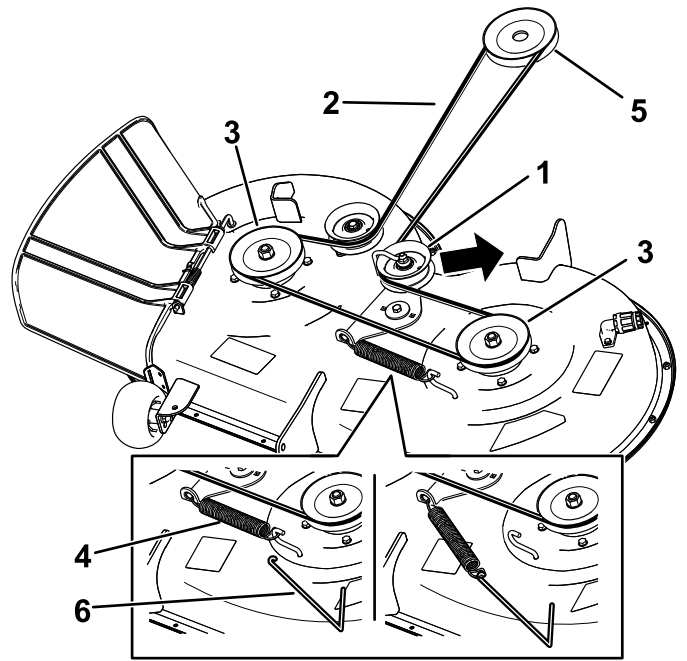

Figura 51
- Usando una herramienta para la retirada de muelles (Pieza Toro N° 92-5771), retire el muelle tensor del gancho de la carcasa para eliminar la tensión de la polea tensora, y retire la correa de las poleas (Figura 51).
- Pase la correa nueva alrededor de las poleas del motor y del cortacésped (Figura 51).
- Usando una herramienta para la retirada de muelles (Pieza Toro N.º 92-5771), instale el muelle tensor sobre el gancho de la carcasa y tense la polea tensora y la correa (Figura 51).